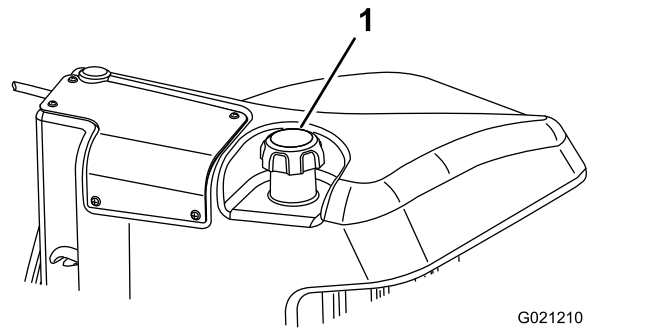

Figura 47
3. Retire a tampa do depósito de combustível (Figura 47).